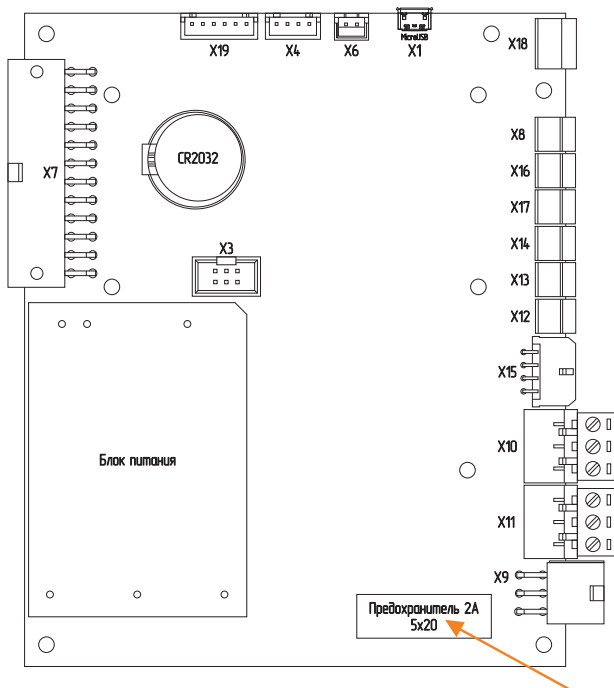

Рис. 15 Плата контроллера
3. Замените предохранитель (Рис. 15) (запасной предохранитель в базовой комплектации котла).